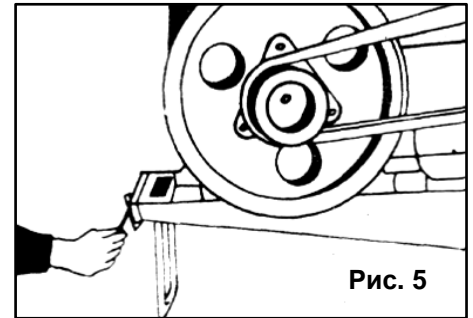

Рис. 5
- Отрегулируйте болт натяжки ремня, расположенный в передней части шасси при помощи гаечного ключа. Вращение болта смещает положение вала двигателя, таким образом установите двигатель в правильное положение натяжения ремня, после чего затяните болты и гайки (См. Рис.5).